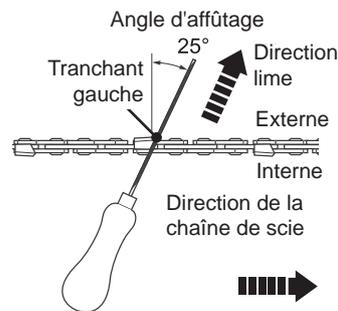

Fig. 51
- > Utiliser la lime ronde fournie (33), d'un diamètre de 1,1 fois la profondeur de la dent de coupe. S'assurer que 20 % du diamètre de la lime se trouve au-dessus du tranchant supérieur.
- > Limer perpendiculairement à la barre et à un angle de 25 ° de la direction de fonctionnement (Fig. 51).